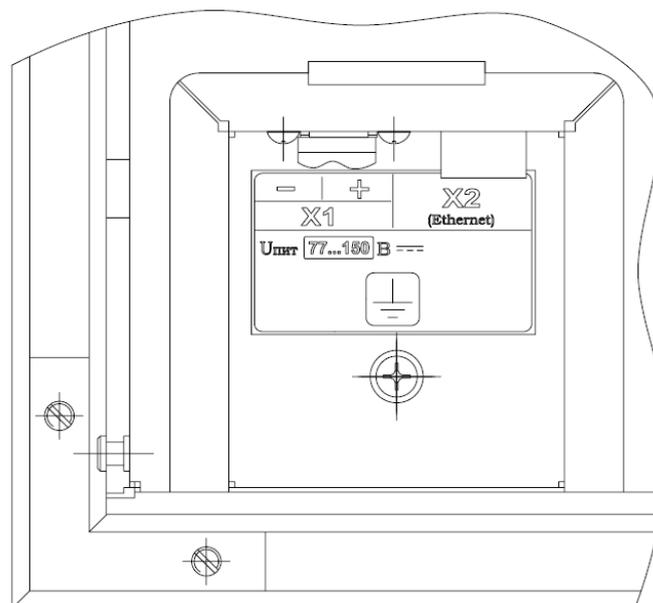

Рис.2 Отсек соединительных разъемов со снятой крышкой
Разъем питания - X1, и разъем сети Ethernet- X2, расположены на задней стороне панели за съемной крышкой (см. рис.2).
4.2.3 Подключение заземления к панели осуществляется через винт М4, расположенный в отсеке разъемов (см. рис.2).